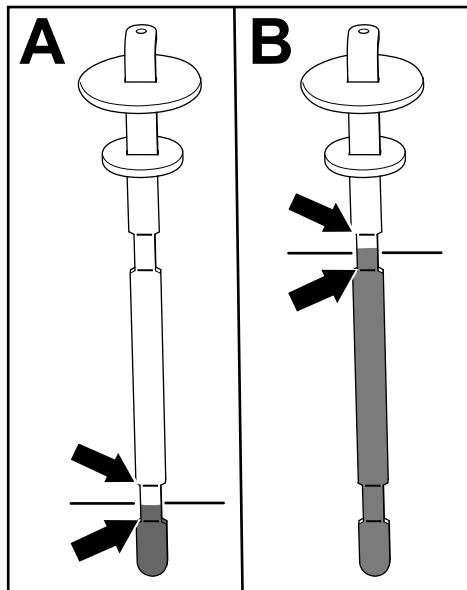

Рисунок 80
5. Извлеките щуп и проверьте уровень рабочей жидкости (Рисунок 80).
- **Если у вас на машине установлен режущий блок:** уровень гидравлической жидкости должен находиться на соответствующем уровне между 2 нижними отметками на щупе (А на Рисунок 80). Также допустимо, если уровень жидкости находится выше нижних отметок.
**приводом:** уровень гидравлической жидкости должен находиться на соответствующем уровне между 2 верхними отметками на щупе (В на Рисунок 80).